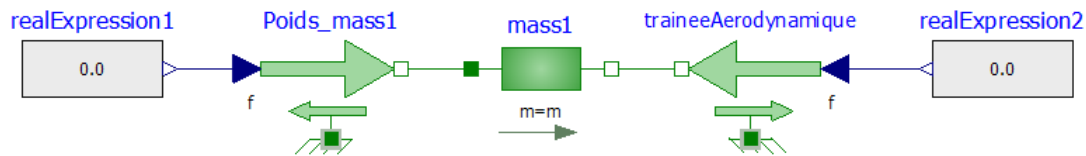

Figure 3: Modèle OpenModelica
5. **Déterminer** à partir du modèle fourni figure 3 l'altitude nécessaire pour que la vitesse soit stabilisée avant l'impact au sol.